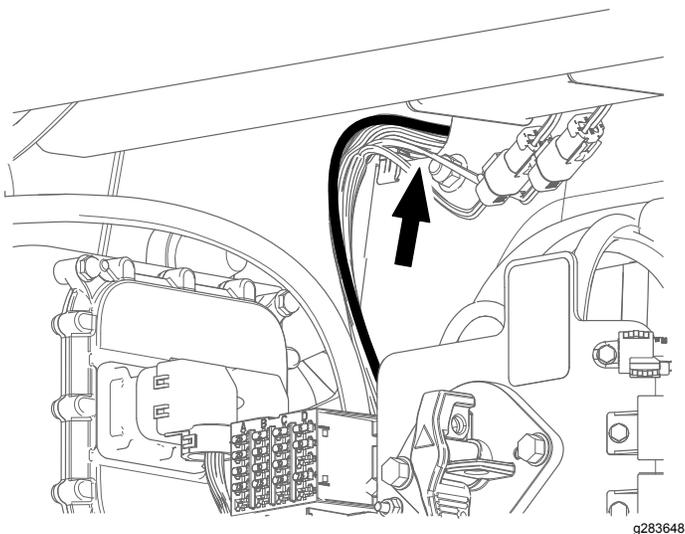

Рисунок 10
- 8. Проведите разъемы левого фонаря и переключателя через отверстие на левой стороне машины (Рисунок 10).